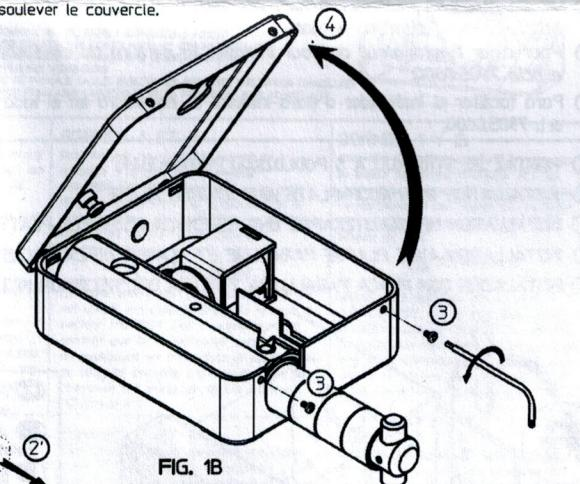

FIG. 1B
2. Torx klíčem povolte dva šrouby 3 podle obrázku FIG.1B.
2. die zwei Deckel Befestigungsschrauben mit dem mitgelieferten Torx ausschrauben (wie im FIG. 1B);
2. desatar los 2 tornillos de fijación de la tapa con la llave Torx suministrada en dotación (ver FIG. 1B);
2. dévisser les deux vis de fixation du couvercle avec la clé Torx fournie en dotation (voir FIG. 1B);